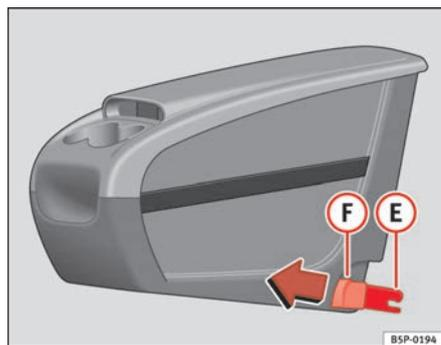
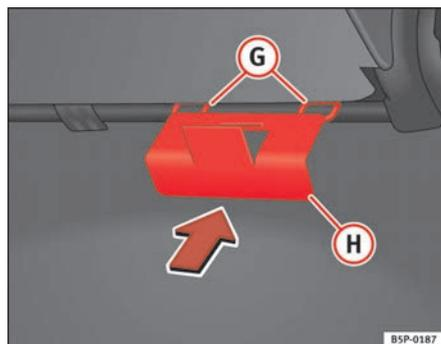

Fig. 112 Rangement mobile. Montage
Fig. 113 Plaque de fixation du rangement mobile
- Placez depuis l'intérieur du véhicule la plaque de fixation (H) ⇒ fig. 113 du rangement mobile par la partie arrière du dossier. Elle doit être située entre le dossier et le coussin, dans la zone de la place centrale.
- Mettez face à face les deux pièces de fixation (E) ⇒ page 152, fig. 112, avec les deux anneaux de fixation (G) ⇒ page 152, fig. 113 et appuyez fortement jusqu'à ce que les deux pinces s'enclipsent totalement dans les anneaux.
- Tirez sur chacun des boutons ⇒ page 152, fig. 112 (F) des pinces (boutons rouges) vers l'avant, jusqu'à entendre leur déclipsage.